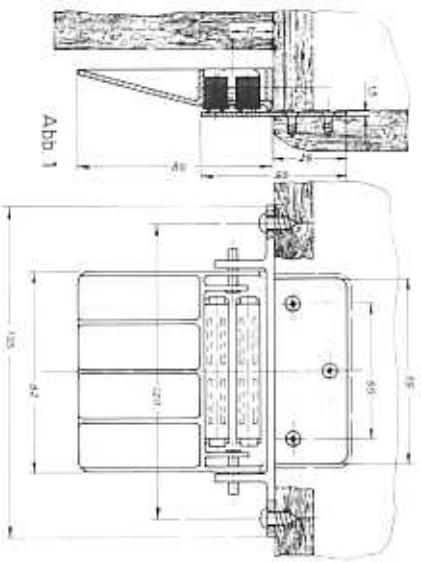

Abb. 1
1. Fußhebel mit Magneten a (Abb. 1)
2. Gegenplatte (55 x 75 mm) b (Abb. 1)
Der vormontierte Fußhebel wird unter den Schrankunterboden gegenüber der Scharnierseite angebracht. (Abb. 1) Die Langlöcher ermöglichen eine Feineinstellung, damit beide Magnete voll an der Gegenplatte anliegen.
Die Gegenplatte sollte in die Rückseite der Frontplatte eingelassen werden. Mit 3 Schrauben befestigen. (Abb. 1)